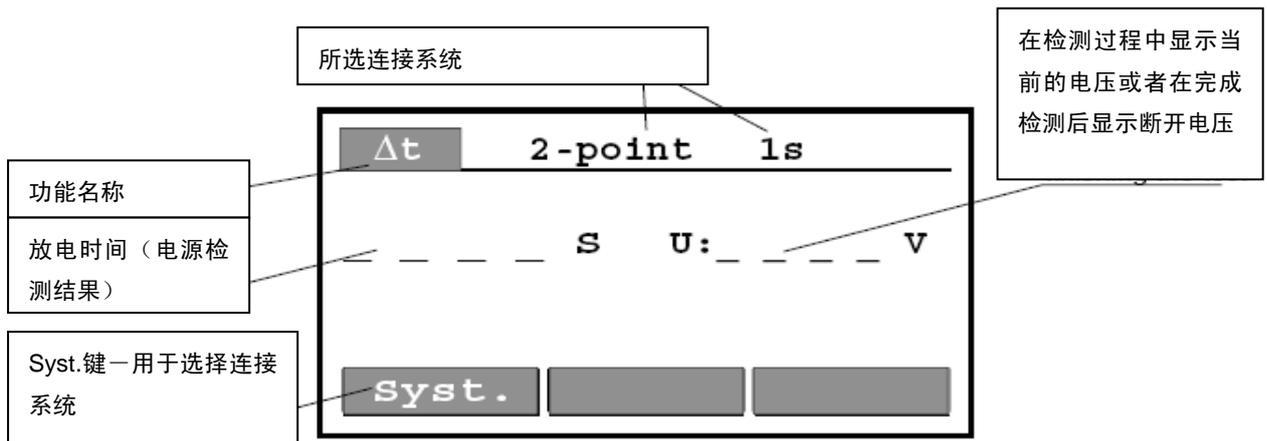

图 21. Dt 位置处的主屏幕
1. 将旋转开关设置到 Dt（放电时间）位置；将显示图 21 中的屏幕。